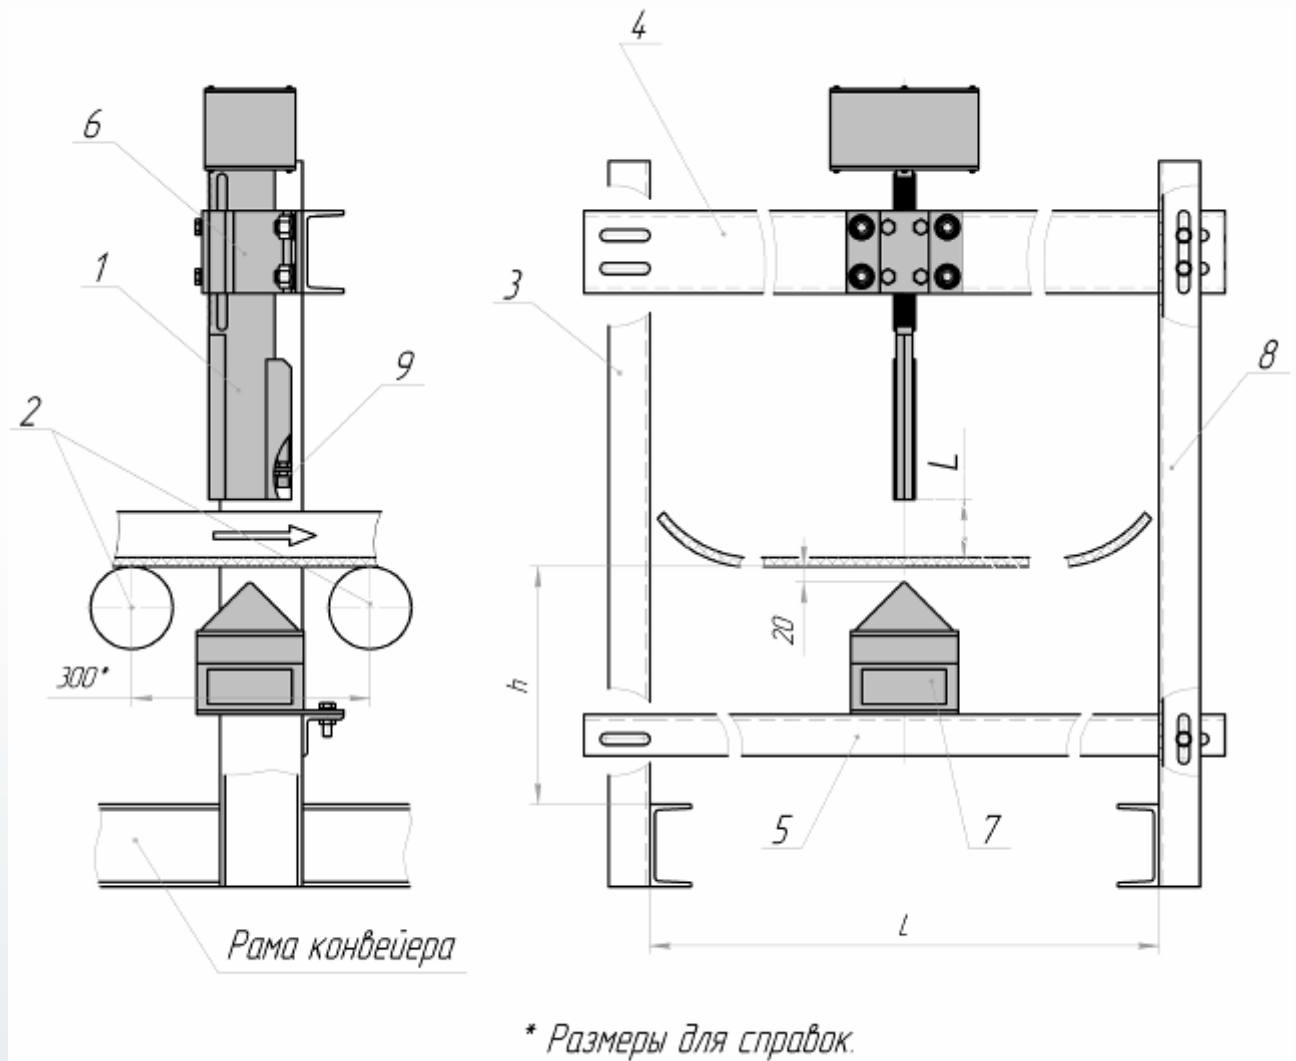

Рис. 4.1. Монтаж блока сенсоров
- в месте установки блока детектора конвейерная лента не должна провисать или подниматься при изменении производительности технологического потока. Для устранения этого явления следует устанавливать блок детектора между опорными роликами на расстоянии 150...180 мм от каждого. При необходимости для выполнения этих требований монтируются дополнительные опорные ролики (см. Рис. 4.1, Поз. 2);
Монтаж блока сенсоров осуществляется в соответствии с Рис. 4.1. Соединительные кабели на рисунке не показаны.
МОНТАЖ И УСТАНОВКА БЛОКА ГЕНЕРАТОРА И БЛОКА ДЕТЕКТОРА ОСУЩЕСТВЛЯЕТСЯ В СООТВЕТСТВИИ С РИС. 4.1 В СЛЕДУЮЩЕЙ ПОСЛЕДОВАТЕЛЬНОСТИ:
7.3.3. Если отображаемое на индикаторе блока управления и контроля напряжение составляет менее 5 мВ («0.005В»), то ослабьте болты, удерживающие блок генератора (Поз. 1 Рис. 4.1) в кронштейне (Поз. 6, Рис. 4.1) и уменьшите расстояние между блоком генератора и поверхностью ленты конвейера таким образом, чтобы значение напряжения составило 10...20 мВ. Затяните болты. Минимальное допустимое расстояние между блоком генератора и блоком детектора (размер L на Рис. 4.1) составляет 30 мм. Если при уменьшении толщины слоя материала до минимально допустимого не удастся добиться
7.3.5. Ослабьте болты крепления перемычки блока детектора (см. Рис. 4.1). Перемещая перемычку в пазах поперёк продольной оси конвейера, подберите положение, при котором на индикаторе блока управления и контроля отображается максимальное напряжение. (Если в процессе подбора положения блока детектора напряжение, индицируемое на блоке управления и контроля, достигает значения 2,500 В, уменьшите его потенциометром RP1). Закрепите перемычку в новом положении.
Измерьте расстояние между нижним срезом блока генератора и поверхностью ленты конвейера (размер L на Рис. 4.1). Запишите измеренное расстояние в п. 4 таблицы 4.1 паспорта влагомера («Влагомер поточный «Микрорадар-113АН». Паспорт» (ПС113АН.000-03)).
- Для демонтажа блока генератора отверните болты, крепящие кронштейн блока генератора к балке (см. Рис. 4.1, 4.2) и снимите блок генератора.
- Для демонтажа блока детектора отверните болты, крепящие блок детектора к перемычке (см. Рис. 4.1, 4.2) и снимите блок детектора. В случае отсутствия доступа к этим болтам предварительно снимите перемычку Поз. 6 на Рис. 4.1 (4.2).